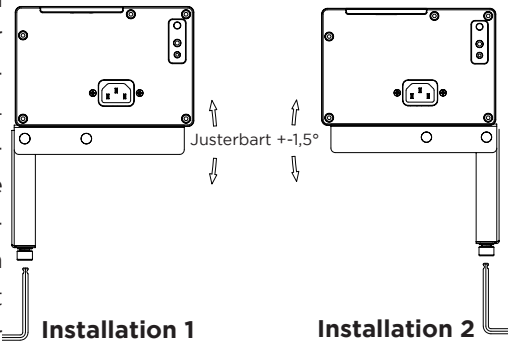

Bild 2
**OBS!** Tänk på att det finns **2 möjliga installationsvarianter (bild 2)**!
För **installationsvariant 1 och 2** sätter du tillsammans med en medhjälpare projektorduken försiktigt på monteringsvinklarnas stödyta så att strömförsörjningen hamnar på vänster sida. Sätt ner projektorduken långsamt samtidigt som du testat att monteringsvinklarna sitter stabilt i väggen. Rikta i förväg in låsskruvarna parallellt med väggen/möbeln så att de passar in i spåren i projektordukens botten. Dra åt nylonmuttrarna för hand på låsskruvarnas gängor under monteringsvinklarna. Låsskruven vrids då ca 90 grader och fixeras i projektordukens kåpa för att säkra projektorduken på vinklarna mot att falla ner. (Bild 2)
När projektorduken nu har installerats på sin slutgiltiga plats på monteringsvinklarna ansluter du strömförsörjningen till projektorduken och fäller upp duken helt och hållet. Kontrollera nu vinkeln mellan duken och väggen och använd insexnyckel för att justera inställningsskruvarna på de båda L-vinklarna tills duken sitter helt rakt och parallellt mot projektionen. Vinklarna kan justeras upp till +/- 1,5° (bild 2).